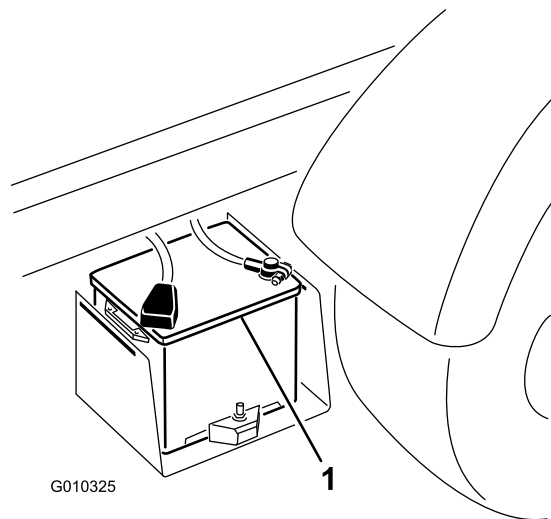

Figure 53
2. Raccordez un câble de démarrage entre les bornes positives des deux batteries (Figure 53). La borne positive se reconnaît au signe "+" figurant sur le couvercle de la batterie.